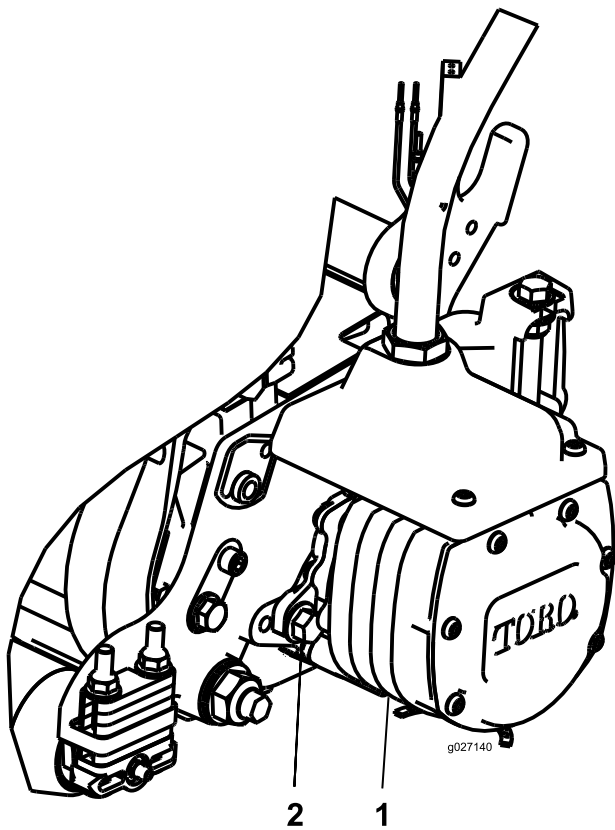

図 24
3. モータのフランジがカッティングユニットのボルトをかわすようにモータを右回しにひねる 図 24。